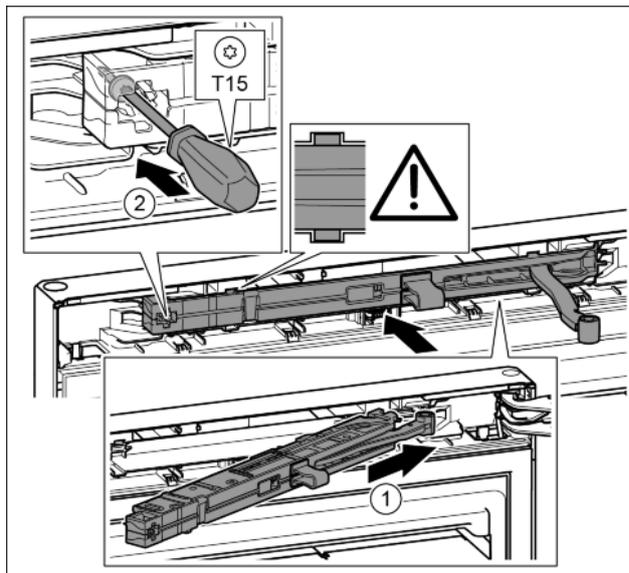

Fig. 24
- ▶ Inclinando nell'incavo spingere l'unità dell'ammortizzatore di chiusura sul lato del blocco di supporto fino alla battuta. Fig. 24 (1)
- ▶ Stringere la vite con un cacciavite T15. Fig. 24 (2)